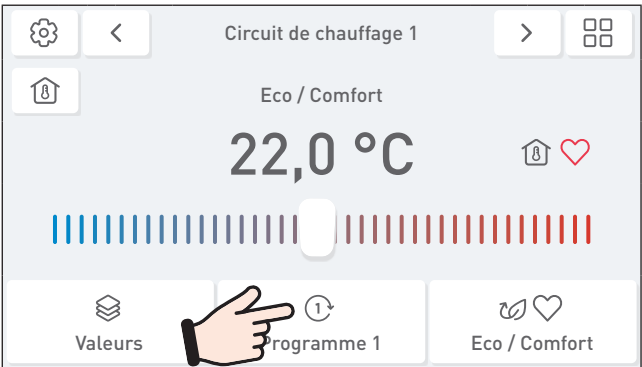
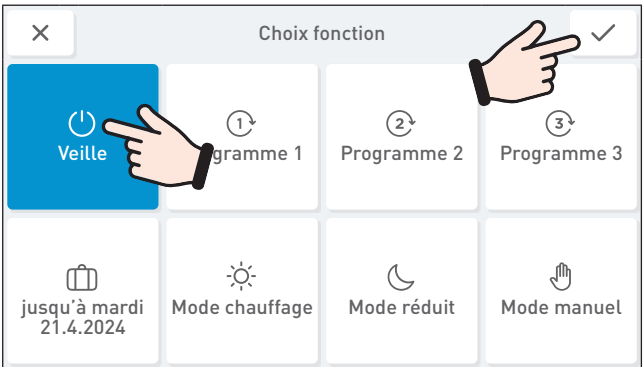

Fig. 44
Fig. 45
- ▶ Appuyer sur le bouton Choix fonction (Fig. 44) et sélectionner « Veille »  et confirmer ✓ – Fig. 45.